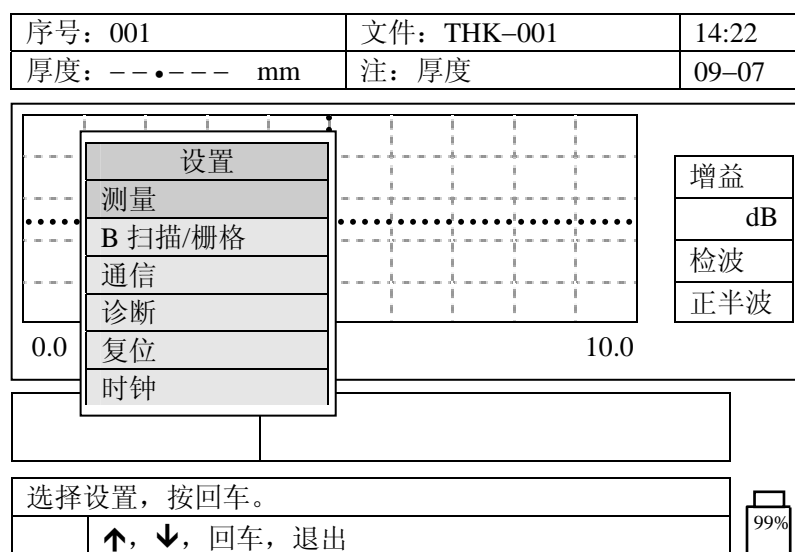

图 4.4a 时钟设定
- a) 在测量模式下按一下  再按 ，显示如图 4.4a:
用[↑][↓][→][←]  键修改时钟参数，用[↓]将光标调到“设置”处，按  确认，返回到图 4.4a，按[Esc] 返回测量状态。